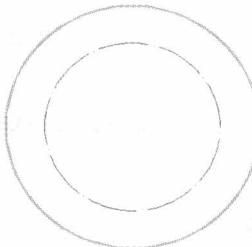

图 1-20 打开的“02.dwg”文件
STEP 1 打开光盘根目录下的“原始文件\Cha01\02.dwg”文件，如图 1-20 所示。